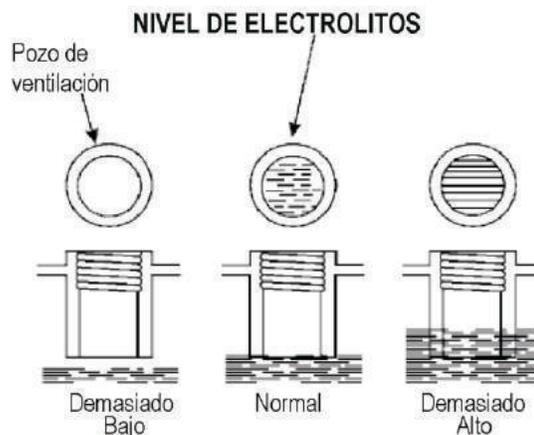

Figura 42. Niveles del Fluido de la Batería
- Verifique la batería regularmente y asegúrese que cada nivel de electrolitos esté al fondo del pozo de ventilación (Figura 42). De ser necesario añada únicamente agua destilada en un área bien ventilada.